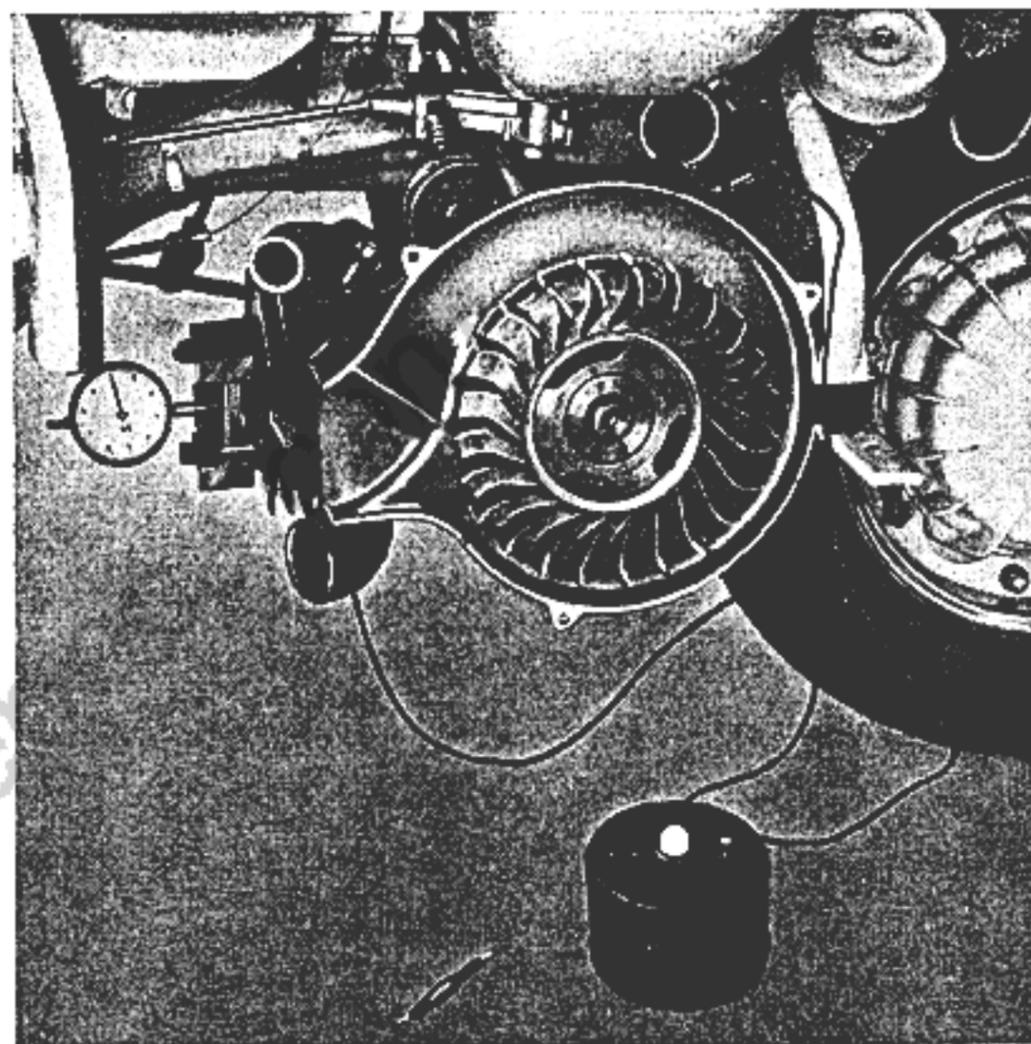

Fig. 39
- op. 71 - Smontare la testa del motore (op. 1 - 2 - 3 - 8 - 10 - 20 - 21 - 22 - 23 - 24) e montare al suo posto l'attrezzo n. 57988 che va bloccato su due dei 4 prigionieri. Sull'attrezzo si applicherà un normale comparatore decimale. Vedi fig. 39.
sulla periferia del volano magnete. Se la chiusura delle puntine avvenisse fuori dell'intervallo predetto, si smonti il volano, si allentino le viti di fissaggio e si ruoti leggermente la piastra porta indotti in senso orario per accensione ritardata e in senso antiorario per accensione anticipata, fino a riportare l'apertura delle puntine nell'intervallo voluto. Vedi fig. 39.